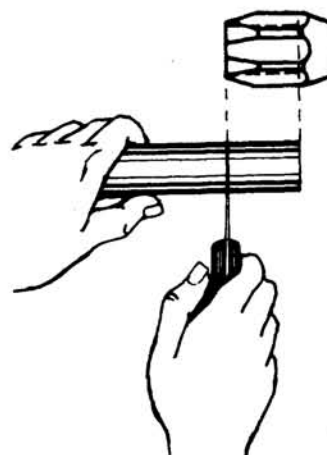

Fig. 5
- b Mida con el casquillo la distancia que debe penetrar la manguera en ambos extremos (fig. 5).